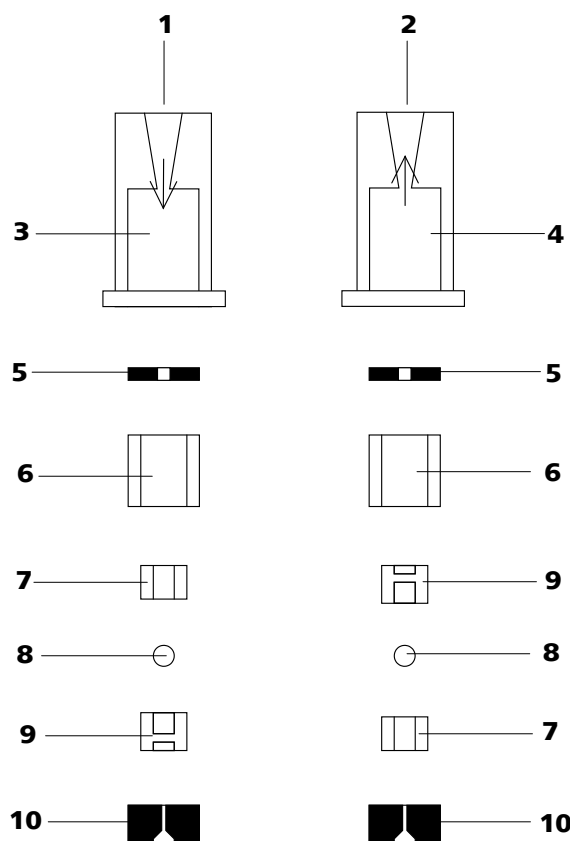

Figure 33 Composants des vannes d'admission et d'échappement
- La vanne d'admission et d'échappement sont composées des mêmes composants qui seulement sont placés différemment (voir Figure 33, page 67).
Recomposer les composants de la vanne conformément à la figure 33, page 67.
- Placer les autres composants de la vanne l'un sur l'autre en l'ordre (voir Figure 33, page 67) correct.
Si ce n'est pas le cas, la vanne doit être désassemblée de nouveau et rassemblée correctement (voir Figure 33, page 67).